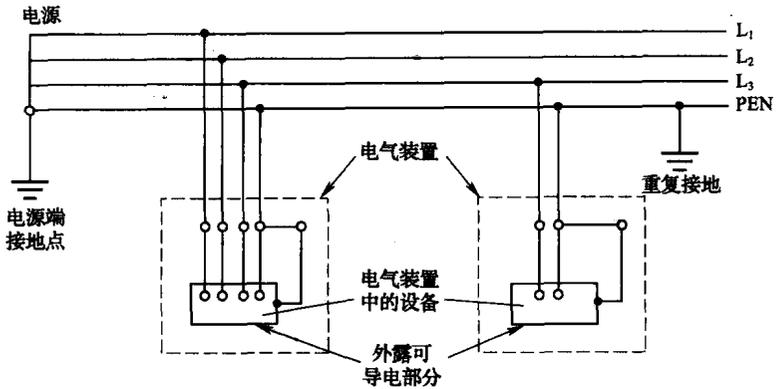

图 1-3 TN—C—S 系统
3. TN—C—S 系统：系统中一部分线路的中性导体和保护导体是合一的（图 1-3）。